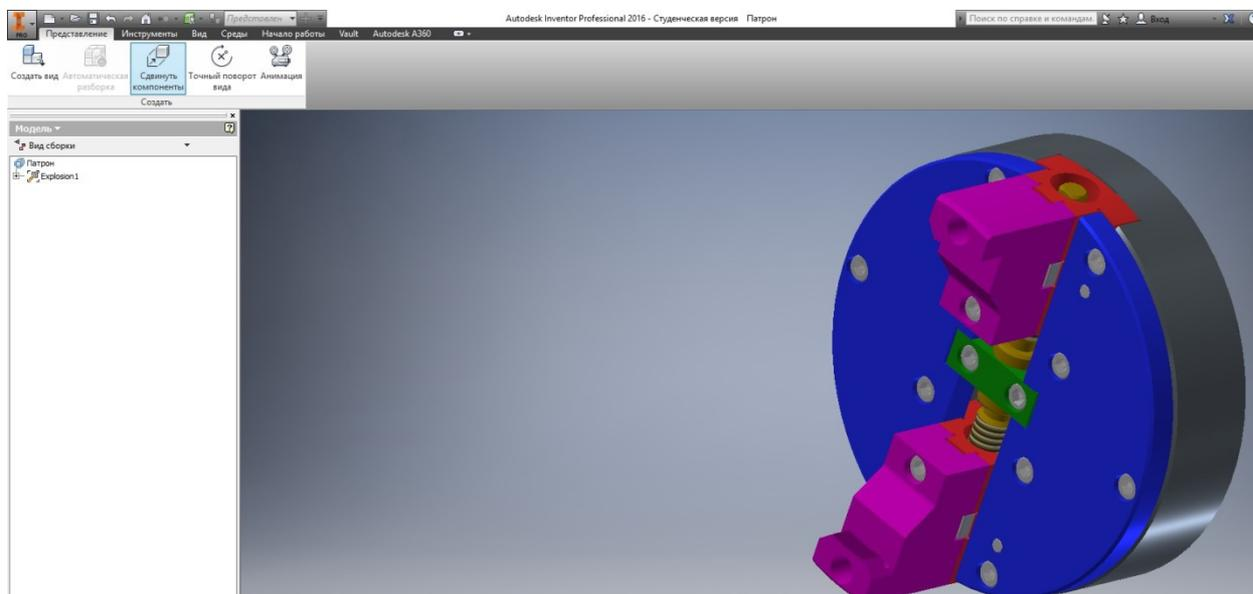

Рис. 21. Команда СДВИНУТЬ КОМПОНЕНТ
4. Выбираем команду СДВИНУТЬ КОМПОНЕНТ. (рис. 21.)